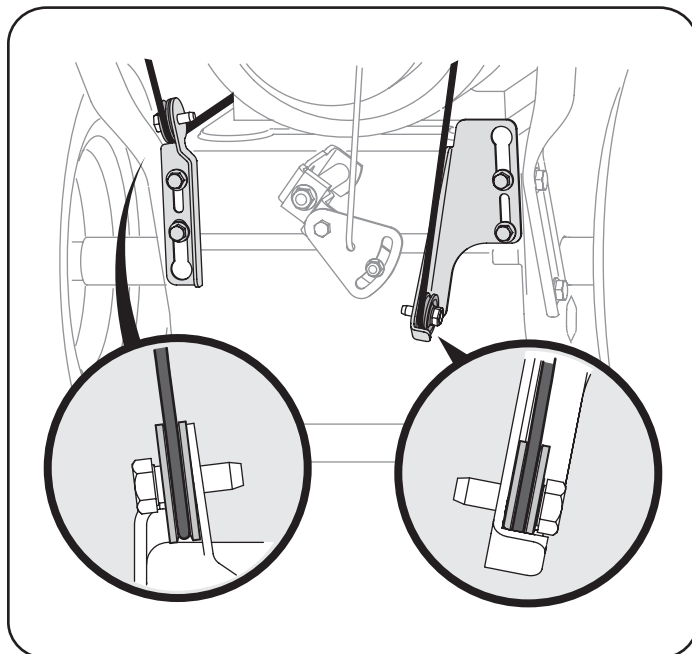
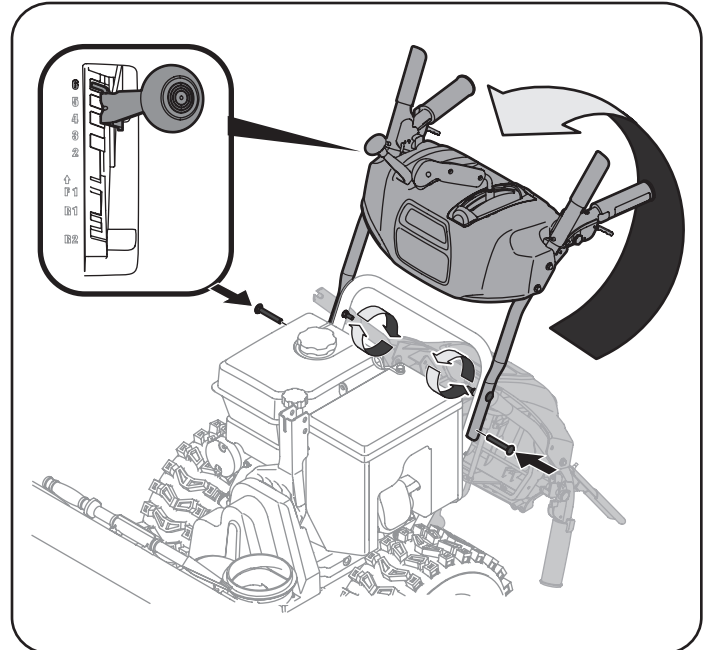

Figura 1
Figura 2
1. Observe el área inferior trasera de la máquina quitanieve para asegurarse de que ambos cables estén alineados con las guías rotatorias antes de girar la manija hacia arriba. Vea la Figura 1.
- b. Coloque la palanca de cambios en la posición de avance (F) 6.
- c. Tire hacia arriba y hacia atrás de la manija superior, tal y como se muestra en la Figura 2. Cuando usted levanta el mango hacia arriba, asegúrese que ambos finales del cable de centro son colocados correctamente en los soportes. Alinee la manija superior con la manija inferior.